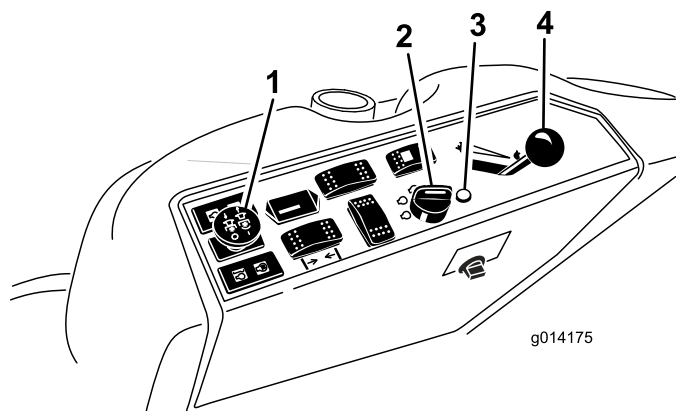

図 21
4. PTO スイッチを OFF 位置にする 図 21。
5. スロットルレバーを FAST と SLOW の中間にセットする 図 21。